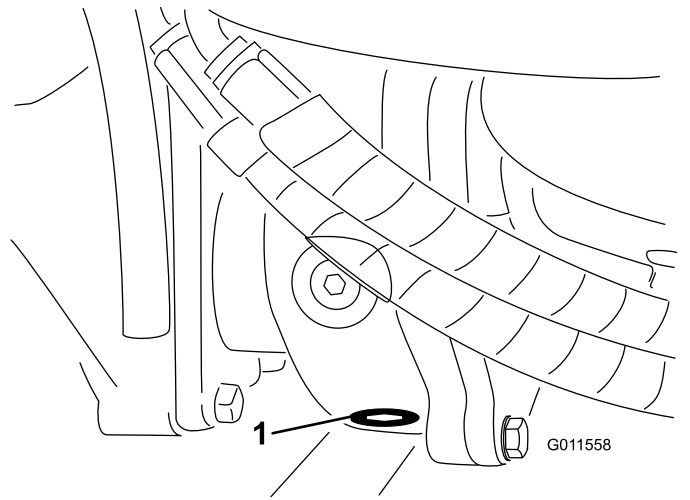

**Figura 86**
2. Limpe a zona em redor dos 3 tampões de escoamento, 1 em cada extremidade e 1 no centro (**Figura 86**).